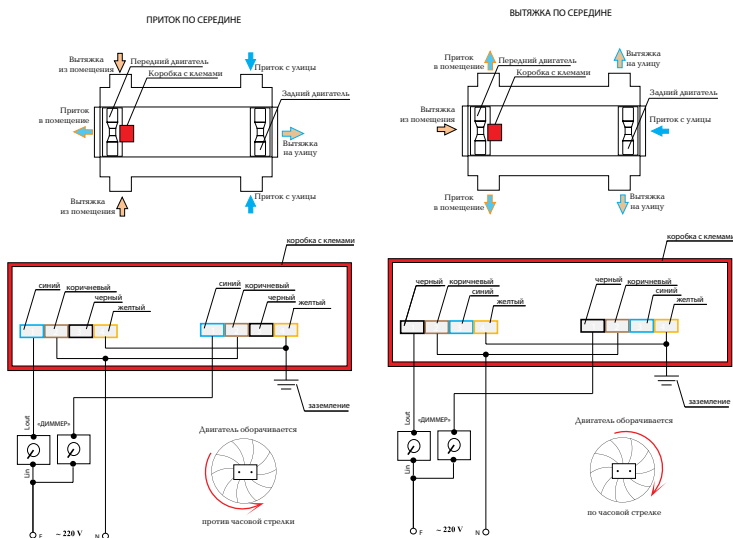

Рис. 2. Подключение рекуператора к сети электропитания
1. Подключить контактные клеммы (рис. 2) к электрической сети при помощи кабеля питания с сечением не менее $0,75 \text{ мм}^2$. Диммер подключают к сети электропитания последовательно.